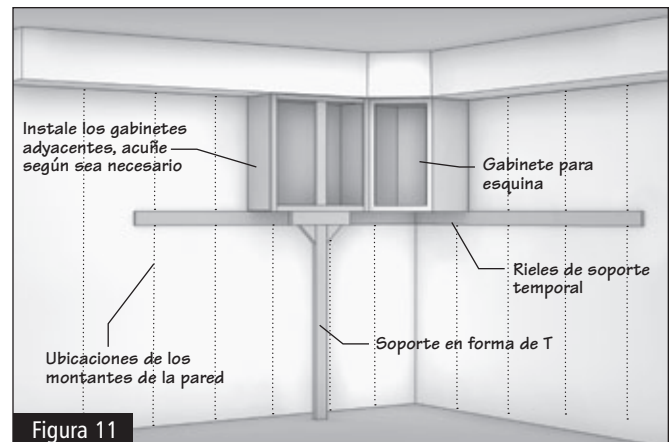

Figura 11
- 3.5** Levante el gabinete adyacente hasta su posición en el riel de soporte y el soporte. Utilizando los agujeros guía que hizo en el piso, coloque los dos gabinetes en los marcos de superficie, asegurándose de que estén al ras cuando los atornille juntos. (Figura 11)